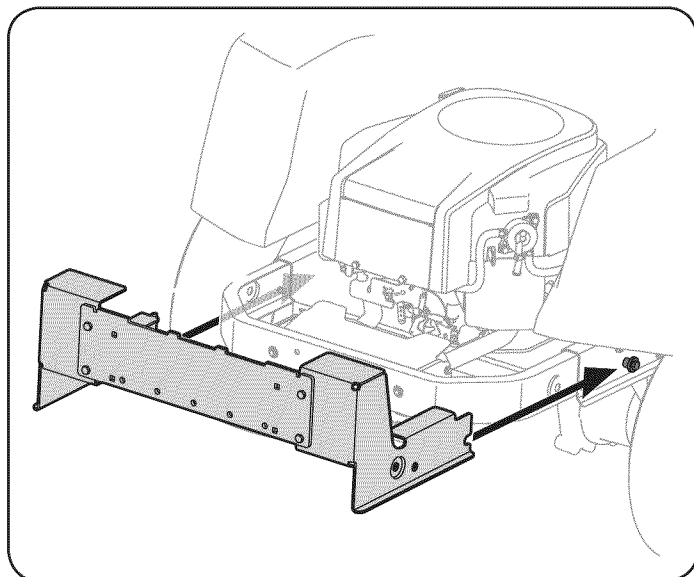

Figura 2
1. Deslice el conjunto de ménsulas de montaje a lo largo de los carriles del bastidor del tractor hasta que los ganchos de las ménsulas de montaje se alineen debajo de los pernos con reborde de su tractor, tal como se ve en la Figura 2.